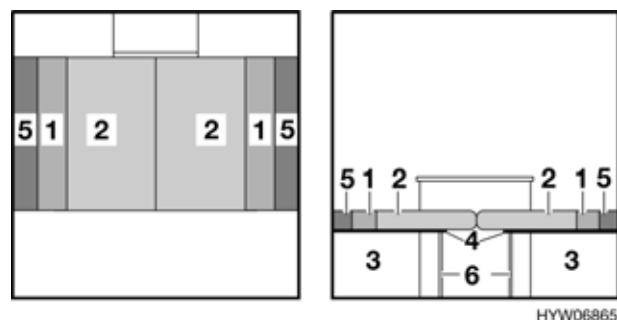

Fig. 93 Dopo la trasformazione in letto matrimoniale
- Estrarre completamente il telaio portamaterasso (Fig. 93,4).
- Aprire i puntelli del telaio portamaterasso (Fig. 93,6).
- Piazzare il cuscino dello schienale (Fig. 93,1) e il cuscino aggiuntivo (Fig. 93,5) tra il cuscino del divano (Fig. 93,2) e la parete esterna.